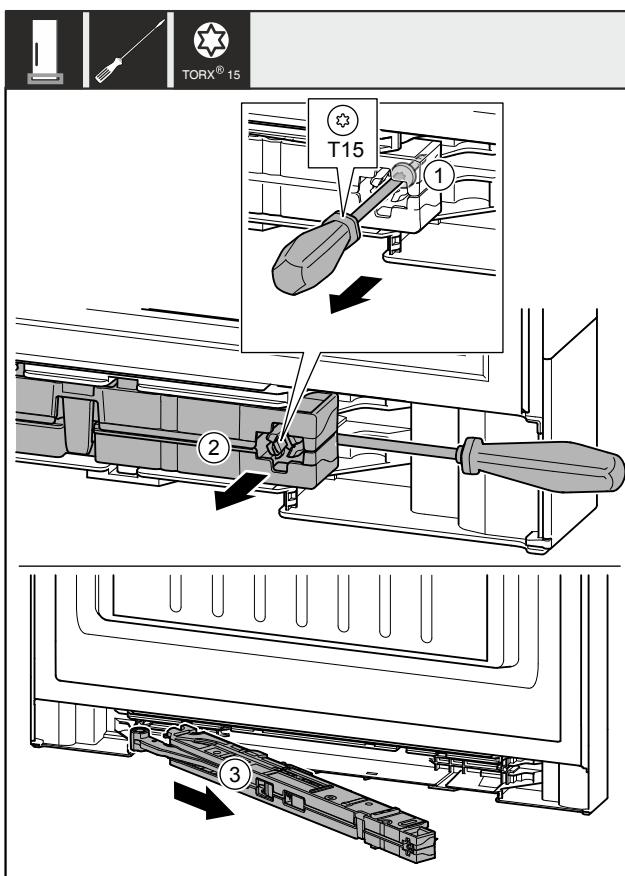

Fig. 10
- Afloje el tornillo Fig. 10 (1) de la unidad del amortiguador de cierre con un destornillador aprox. 14 mm (9/16 in.).
► Haga palanca con un destornillador para sacar la unidad del amortiguador de cierre Fig. 10 (2) del lado del tirador hacia delante.
► Extraiga la unidad del amortiguador de cierre Fig. 10 (3).